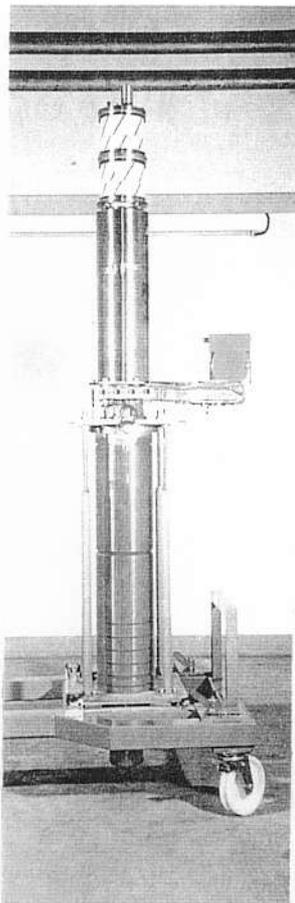

Abb. 16. Klystron stehend im Transportwagen
- e) Am stehenden Klystron wird das Hebejoch entfernt (Abb. 16.)